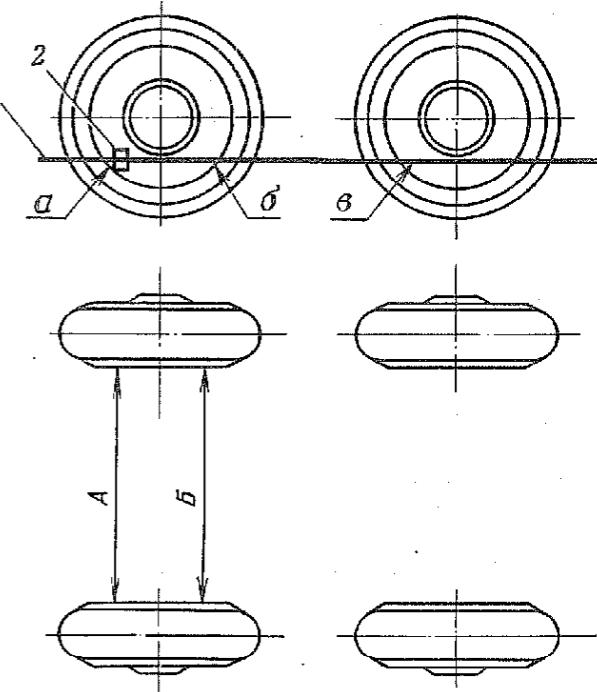

Рис. 79. Проверка схождения передних колес:
3.2.1. Натянуть шнур 1 (рис. 79) с касанием о боковые выпуклости шин в точках а, б, в и с касанием снизу о диски колес, подложив в точке а пластину толщиной 1 мм (толщина пластины выбрана из расчета компенсации разницы в размерах колес передних и задних колес, а также с учетом угла раз渲ала и установки угла схождения передних колес).